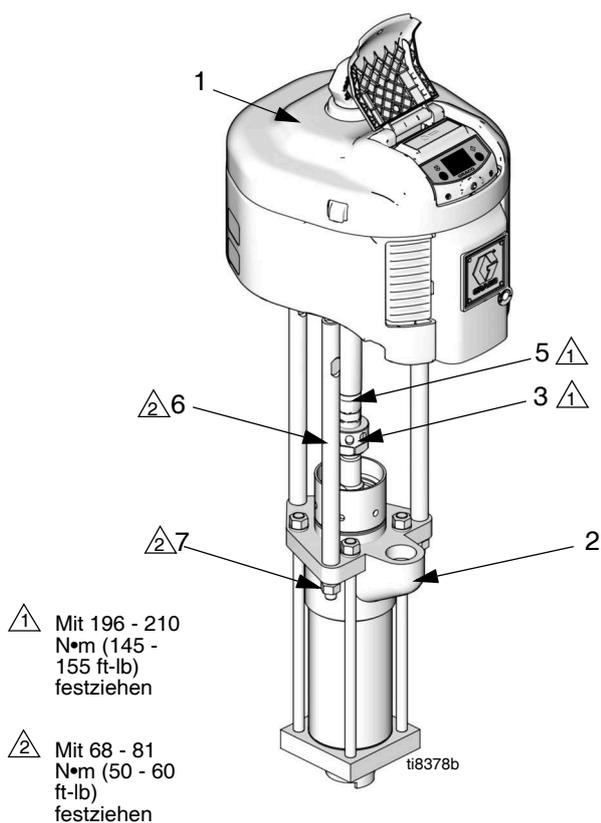

ABB. 3. Unterpumpe wieder anschließen
4. Schrauben Sie die Kupplungsmutter (3) vom Verbindungsstangenadapter (5) ab. Entfernen Sie die Kupplungsmuffen; nicht verlieren oder fallen lassen. Siehe ABB. 3.
5. Halten Sie die flachen Stellen der Verbindungsstangen mit einem Schraubenschlüssel fest, um zu verhindern, dass sich die Stangen (6) drehen. Schrauben Sie die Muttern (7) ab. Entfernen Sie die Unterpumpe (2).
3. Materialauslassfitting mit einem Schlüssel halten, damit er sich beim Abnehmen des Materialschlauchs nicht lösen kann. Siehe ABB. 3.
1. Schrauben Sie den Verbindungsstangenadapter (5) auf die Luftmotorwelle. Mit dem in ABB. 3 angegebenen Drehmoment festziehen.
2. Die Zugstangen (6) in den Luftmotor (1) schrauben. Einen Schlüssel auf die flachen Flächen der Verbindungsstange setzen und entsprechend den Angaben festziehen.
3. Die Kupplungsmutter (3) und die Kupplungsmuffen (4) müssen an ihrem Platz auf der Kolbenstange sein.
4. Materialpumpe von mindestens zwei Personen halten lassen, während eine dritte Person die Verbindungen zum Motor herstellt (siehe **VORSICHT**, Seite 12). Die Materialausgänge der Pumpe auf den Lufteinlass ausrichten wie unter **Unterpumpe abschalten** beschrieben. Platzieren Sie die Unterpumpe (2) auf den Zugstangen (6).
5. Muttern (6) auf die Verbindungsstangen (7) schrauben und mit dem in ABB. 3 angegebenen Drehmoment anziehen.
6. Schrauben Sie die Kupplungsmutter (3) locker auf den Verbindungsstangenadapter (5). Die flachen Enden des Verbindungsstangenadapters mit einem Schlüssel halten, damit er sich nicht drehen kann. Mit einem einstellbaren Schlüssel die Kupplungsmutter anziehen. Mit dem in ABB. 3 angegebenen Drehmoment festziehen.